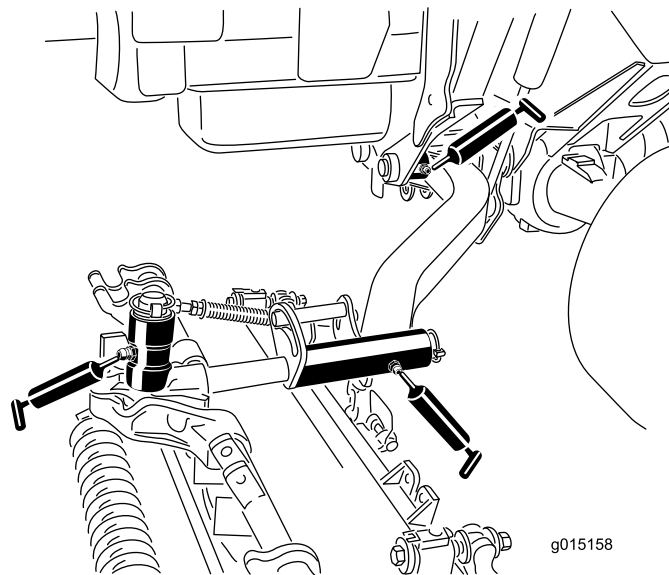

Рисунок 105
- Втулки осей поворота подъемных рычагов (по 1 шт. на режущий блок), см. Рисунок 105
- Несущая рама режущего блока (по 2 шт. на режущий блок), см. Рисунок 105
- Ось поворота подъемного рычага режущего блока (по 1 шт. на режущий блок), см. Рисунок 105